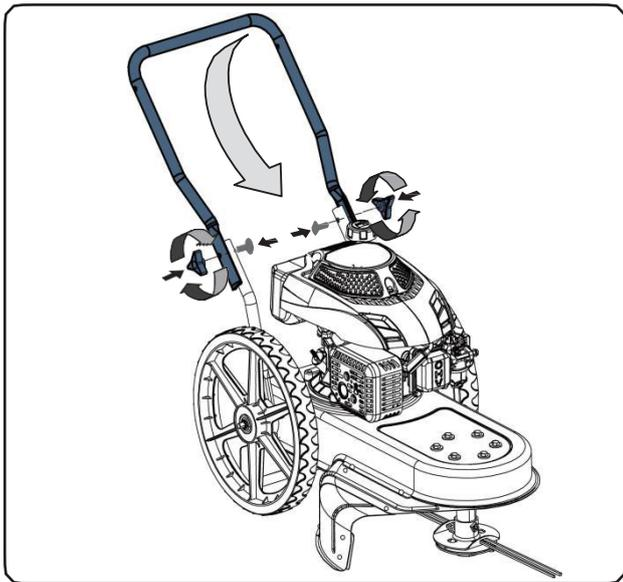

Figure 3-1
2. Faites pivoter la poignée centrale en position de fonctionnement et fixez la poignée centrale. Voir la figure 3-1